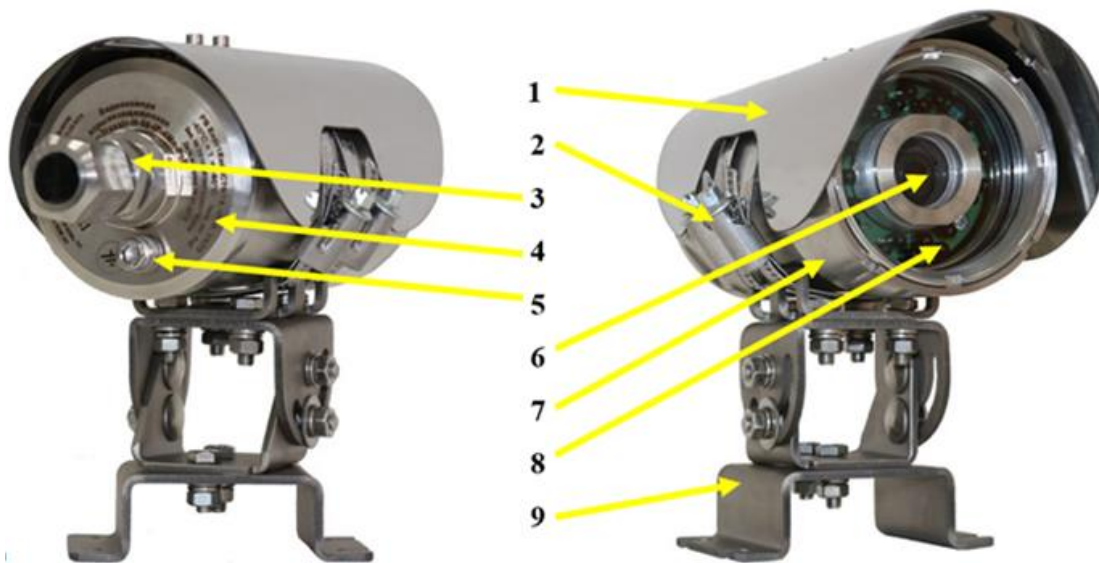

Рисунок 4.2 – Внешний вид и конструкция термокожуха
4.6.1 Открутите болт крепления кронштейна и отсоедините от него термокожух (рис. 4.2);
4.6.3 Открутите фиксирующие винты и осторожно (чтобы не повредить провода от видеомодуля и ИК-подсветки) извлеките основание (заднюю крышку) с шиной из корпуса термокожуха (рис. 4.2);
4.6.7 Установите термокожух на кронштейн (9) и зафиксируйте при помощи болта (рис. 4.2);